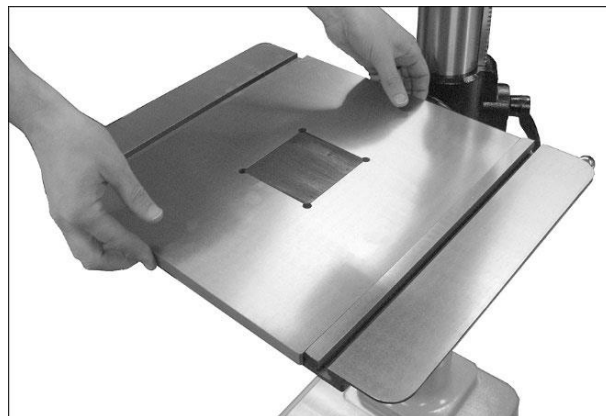

Рис. 6-11
3. Установите съемный стол на основной стол (Рис. 6-11).